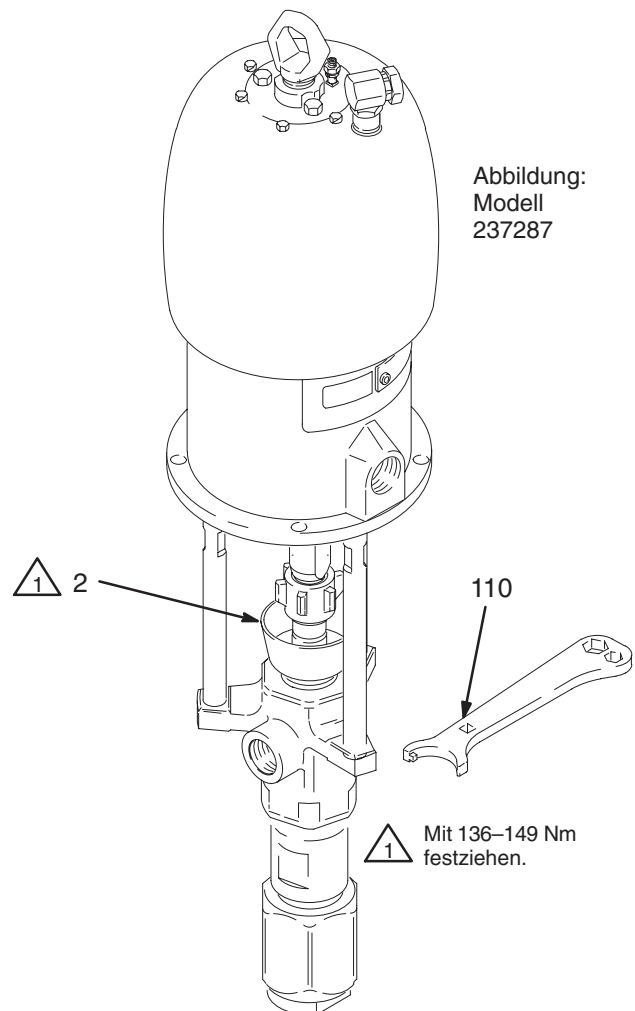

Abb. 5
Vor dem Starten die Packungsmutter (2) zu 1/3 mit Graco TSL oder einer verträglichen Lösung füllen. Siehe Abb. 5.